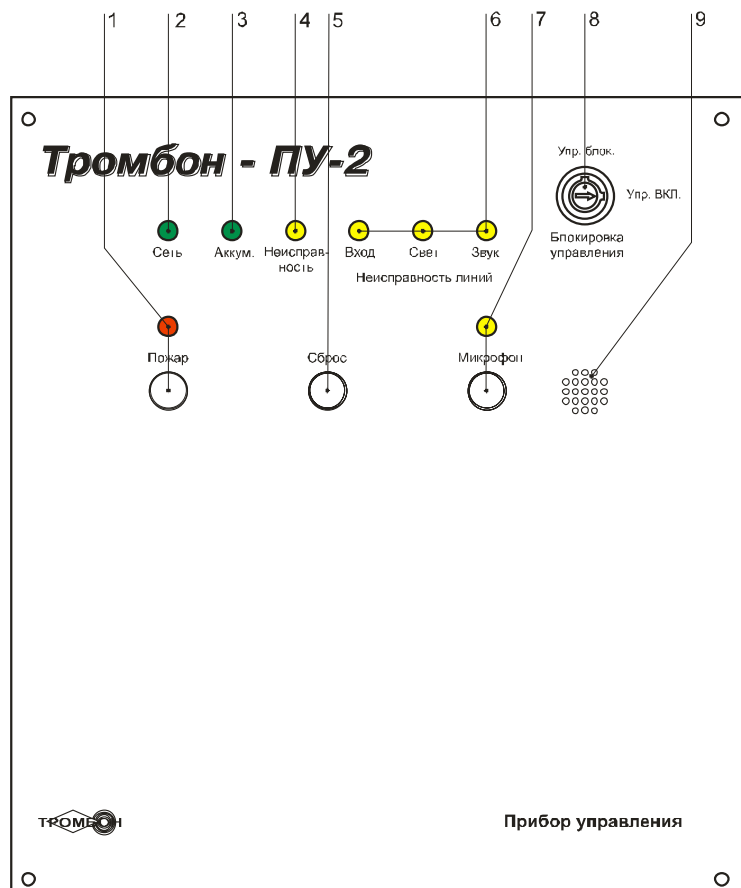

Рис. 1. Внешний вид прибора Тромбон – ПУ-2.
Вход в режим «Звуковое вещание» выполняется нажатием кнопки «Микрофон» (рис. 1, поз. 7) на передней панели Прибора, при этом зажигается индикатор «Микрофон».
Если линия звукового оповещения неисправна (горит индикатор неисправность линии звук (рис. 1, поз. 6)), то режим звукового вещания не включается.
Выход из режима звукового вещания выполняется нажатием кнопки «Сброс» (рис. 1, поз. 5) или автоматически, при переходе Прибора в режим «Оповещения».
- 3). Нажатием на кнопку «Пожар» (рис. 1, поз. 1) оператором.
- 1). Зажигает индикатор «Пожар» («Тревога») на передней панели (рис. 1, поз. 1);
2). В случае необходимости дать дополнительные голосовые инструкции - нажать кнопку «Микрофон» (рис. 1, поз. 7, при этом загорается индикатор «Микрофон») и продиктовать сообщение через встроенный микрофон. При повторном нажатии кнопки «Микрофон» в режиме «Оповещения», Прибор возвращается к транслированию записанного сообщения.
Выход из режима «Оповещения» выполняется оператором, нажатием на кнопку «Сброс» (рис. 1., поз. 5).
- Сопротивление линии связи, отличное от указанных значений, воспринимаются Прибором как авария линии связи с ППКП. На передней панели Прибора загорается индикатор «Аварии линии «Вход»» (Рис. 1, 2, поз. 6) .